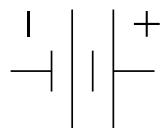

Figura 5.2:
Una tensione costante nel tempo viene detta **tensione continua** (DC); una tensione che varia sinusoidalmente nel tempo viene detta **tensione alternata** (AC). Un generatore di tensione é un elemento attivo di circuito che produce fra i suoi estremi una data differenza di potenziale; il simbolo circuitale del generatore di tensione continua é riportato in figura 5.2. Un **generatore ideale di tensione** é, ancora, un caso limite concettuale e indica un generatore che fornisce la sua tensione ai morsetti, costante o variabile nel tempo, **indipendentemente dalla corrente che deve erogare** e cioé **indipendentemente dal carico collegato**.